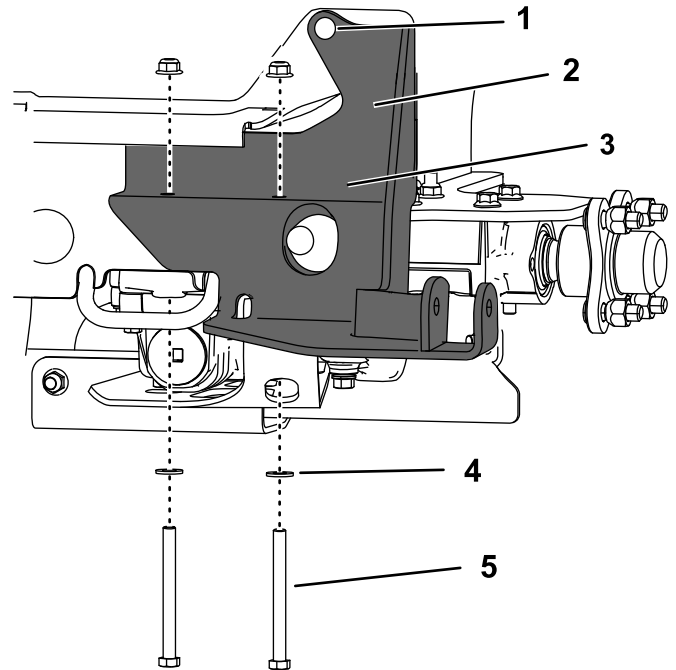

Figura 10
6. Installate la staffa del supporto inferiore sulla trasmissione utilizzando i 2 dadi che avete rimosso, 2 rondelle piane e 2 bulloni ($\frac{3}{8}$ " x 4") come mostrato nella Figura 10.